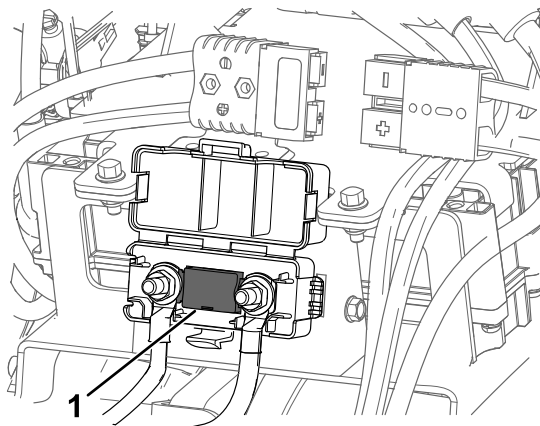

Figura 33
6. Localizai sigurana fuzibilă și înlocuii-o (Figura 33).